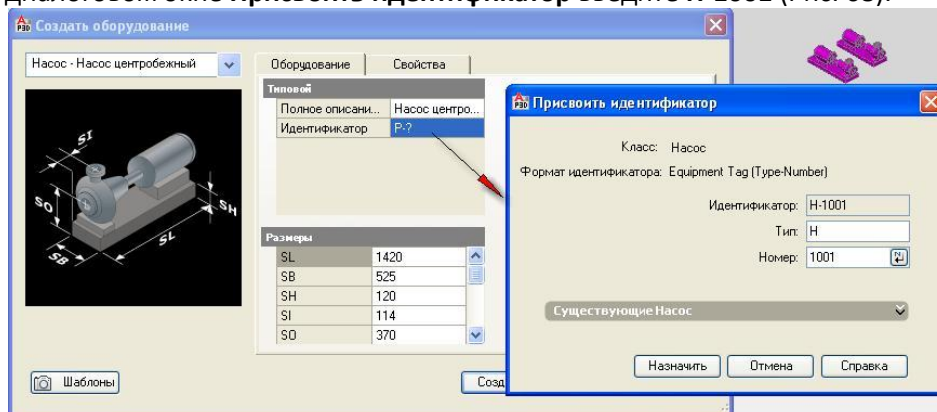

Рис. 68
- Дважды щелкните левой кнопкой мыши по полю **Идентификатор**. В открывшемся диалоговом окне **Присвоить идентификатор** введите **H-1001** (Рис. 68).